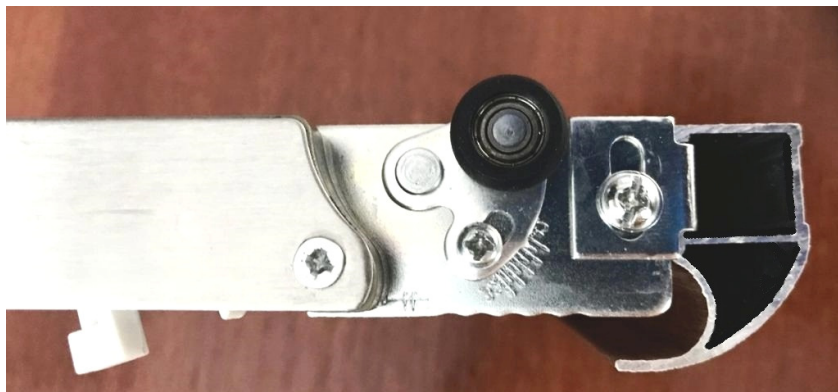

Рис. 5
- 4- Установить доводчик, вставив кронштейн в зазор, между головкой самореза 7 и внутренней поверхностью ручки, как показано на рис. 5.